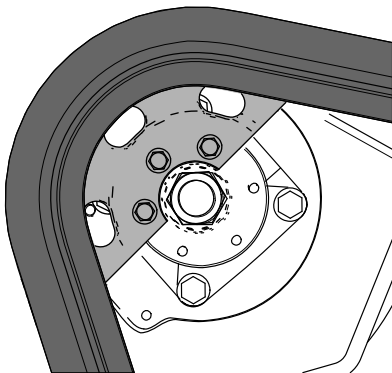

Figure 64
17. Poussez la commande de déplacement en avant jusqu'à ce que le segment du pignon d'entraînement s'engage sur la chenille (Figure 64).